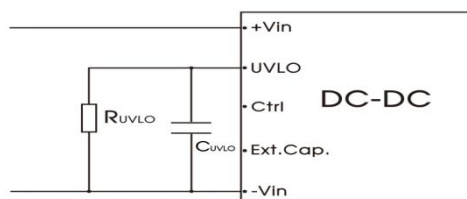

图 9
3. UVLO 引脚可以通过外部电阻 RUVLO 调节输入欠压保护点, RUVLO 的具体数值请参考图 9, 如果该引脚悬空, 欠压保护点为 11V。
3. 电阻 RUVLO 用于调节输入欠压保护点, 取值可参考图 9。